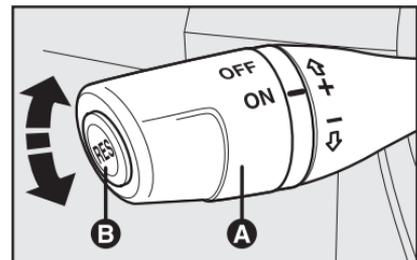

fig. 62
### MANDOS - fig. 62
El regulador de velocidad se activa o desactiva mediante la palanca **A**-fig. 62.
1) pisando el acelerador y luego memorizando la nueva velocidad alcanzada colocando la palanca **A-fig. 62** en la posición (+) por más de tres segundos);
1) desactivando el dispositivo (por ejemplo, pisando el pedal del freno) y luego, memorizando la nueva velocidad colocando la palanca **A-fig. 62** en la posición (+) durante tres segundos como mínimo);
2) manteniendo posicionada la palanca (A) a la posición (-) hasta alcanzar la nueva velocidad que quedará memorizada automáticamente.